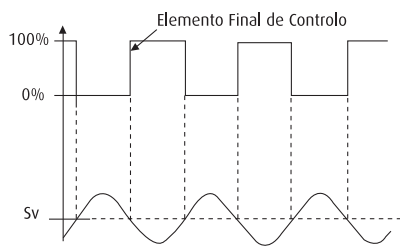

Figura 1 - Controlo ON/OFF normal.
Neste tipo de controlo normalmente é usada a banda diferencial, a qual permite que o elemento final de controlo (EFC) permaneça na última posição para valores da variável dentro do intervalo da banda diferencial (Figura 1). Assim os ajustes neste tipo de controlo são definidos pela banda diferencial e pelo *set value* (SV).